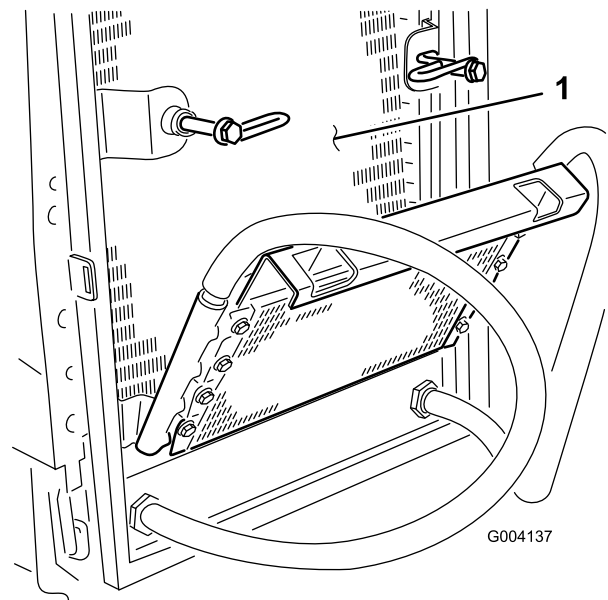

Figura 66
6. Pulite accuratamente entrambi i lati del radiatore dell'olio e del radiatore utilizzando aria compressa (Figura 66).